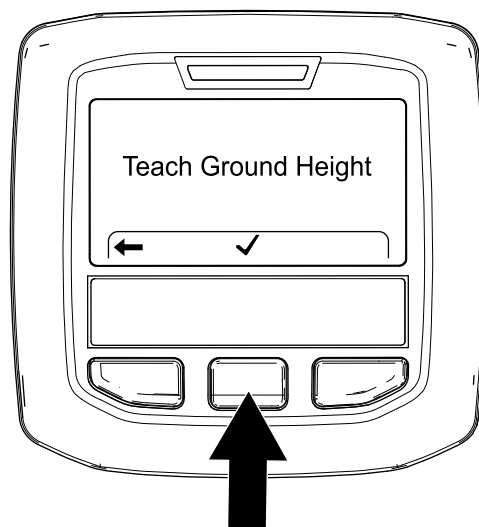

图 66
4. 在“设置离地高度”屏幕上 图 66 按中间 InfoCenter 信息中心按钮。